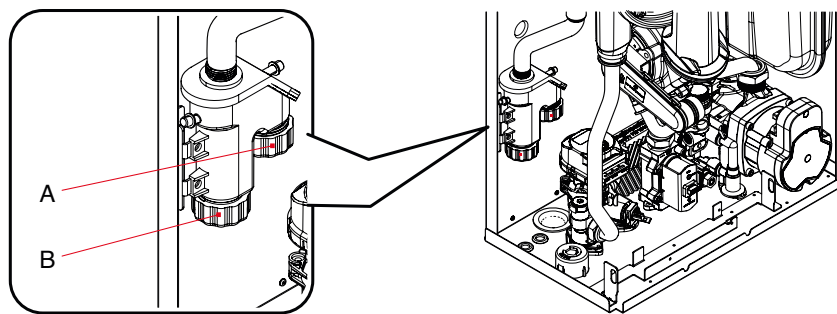

fig. 13
Il sistema di scarico della condensa deve essere collegato all'apposito collegamento (A) predisposto in caldaia (vedi fig. 13).